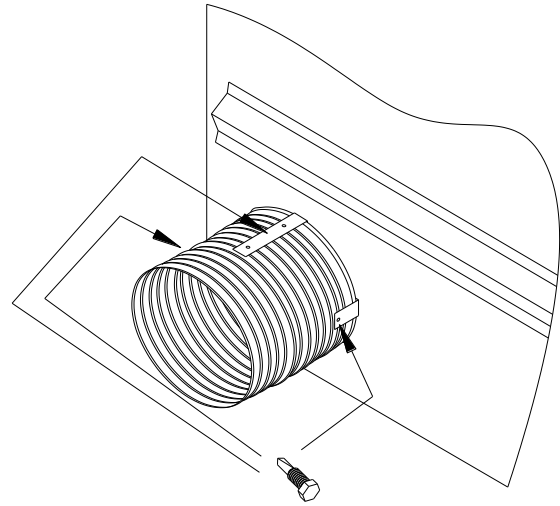

Figure 2 Installation de l'amorce d'entrée d'air
6. Insert the intake air starter through the fireplace casing all the way to the bead. Use three of the self-tapping screws provided to attach the intake air starter (including the starter extension if pertinent) to the three tabs with prepunched holes (see Figure 2). You can use either hole on the top tab.
6. Insérez l'amorce d'entrée d'air ambiant dans le trou du foyer, à travers le revêtement, jusqu'au bourrelet. Utilisez trois vis auto-taraudeuses pour raccorder l'amorce (incluant le prolongement si c'est le cas) aux trois languettes prépercées (voir Figure 2). Vous pouvez utiliser l'un ou l'autre des deux trous sur la languette du dessus.